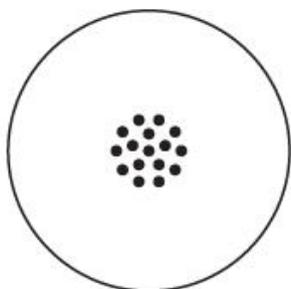
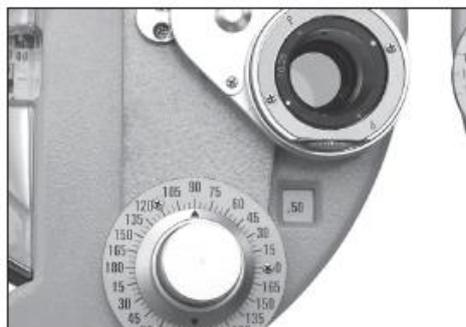

Figura 34
Figura 35
(2) Projete el gráfico de puntos de cilindros cruzados como se muestra en la figura 34. Gire la perilla de rotación ⑲ con el dedo para girar la lente cilíndrica cruzada ⑳. Luego pídales a Testee que compare las dos imágenes que ve antes y después de girar la lente cilíndrica cruzada. Detente en el lado mejor. Por ejemplo, si lo que Testee ve es más claro como se muestra en la Figura 35 de la lente cilíndrica cruzada, gire la perilla del eje de la lente cilíndrica ㉑ para mover el eje de la lente cilíndrica transversal 5 ° en la dirección del punto rojo, de modo que la posición de la escala del eje de la lente cilíndrica ㉒ se coloca a 95 °.